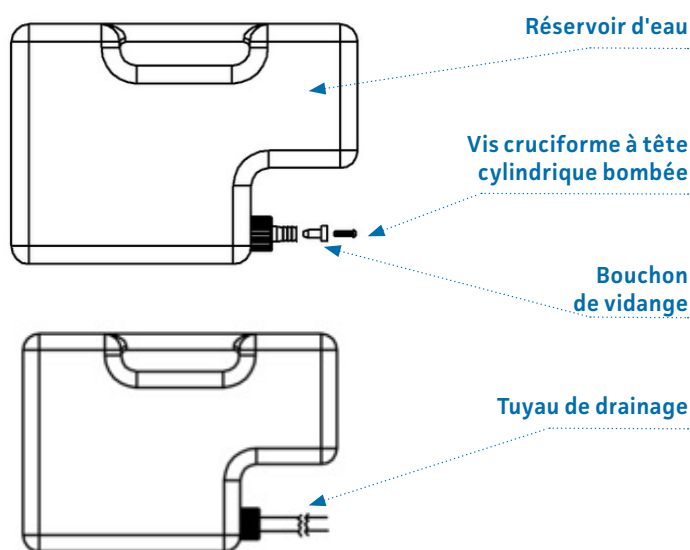

Figure 6
3. Utilisation du réservoir d'eau : Le réservoir d'eau peut être utilisé selon deux méthodes de fonctionnement. Dans la première méthode, l'eau est recueillie dans le réservoir. Lorsque le réservoir d'eau est plein, l'appareil s'arrête et passe en mode veille. Le voyant « Réservoir plein » s'allume et un signal sonore retentit. À ce moment-là, retirez le réservoir d'eau et videz-le, puis remettez-le en place afin de reprendre le fonctionnement normal de l'appareil. La deuxième méthode correspond à l'évacuation continue. Comme indiqué à la figure 6, retirez le réservoir d'eau, puis enlevez les vis et le bouchon de vidange avant de raccorder le tuyau de drainage. Enfin, remettez le réservoir d'eau en place dans l'appareil.